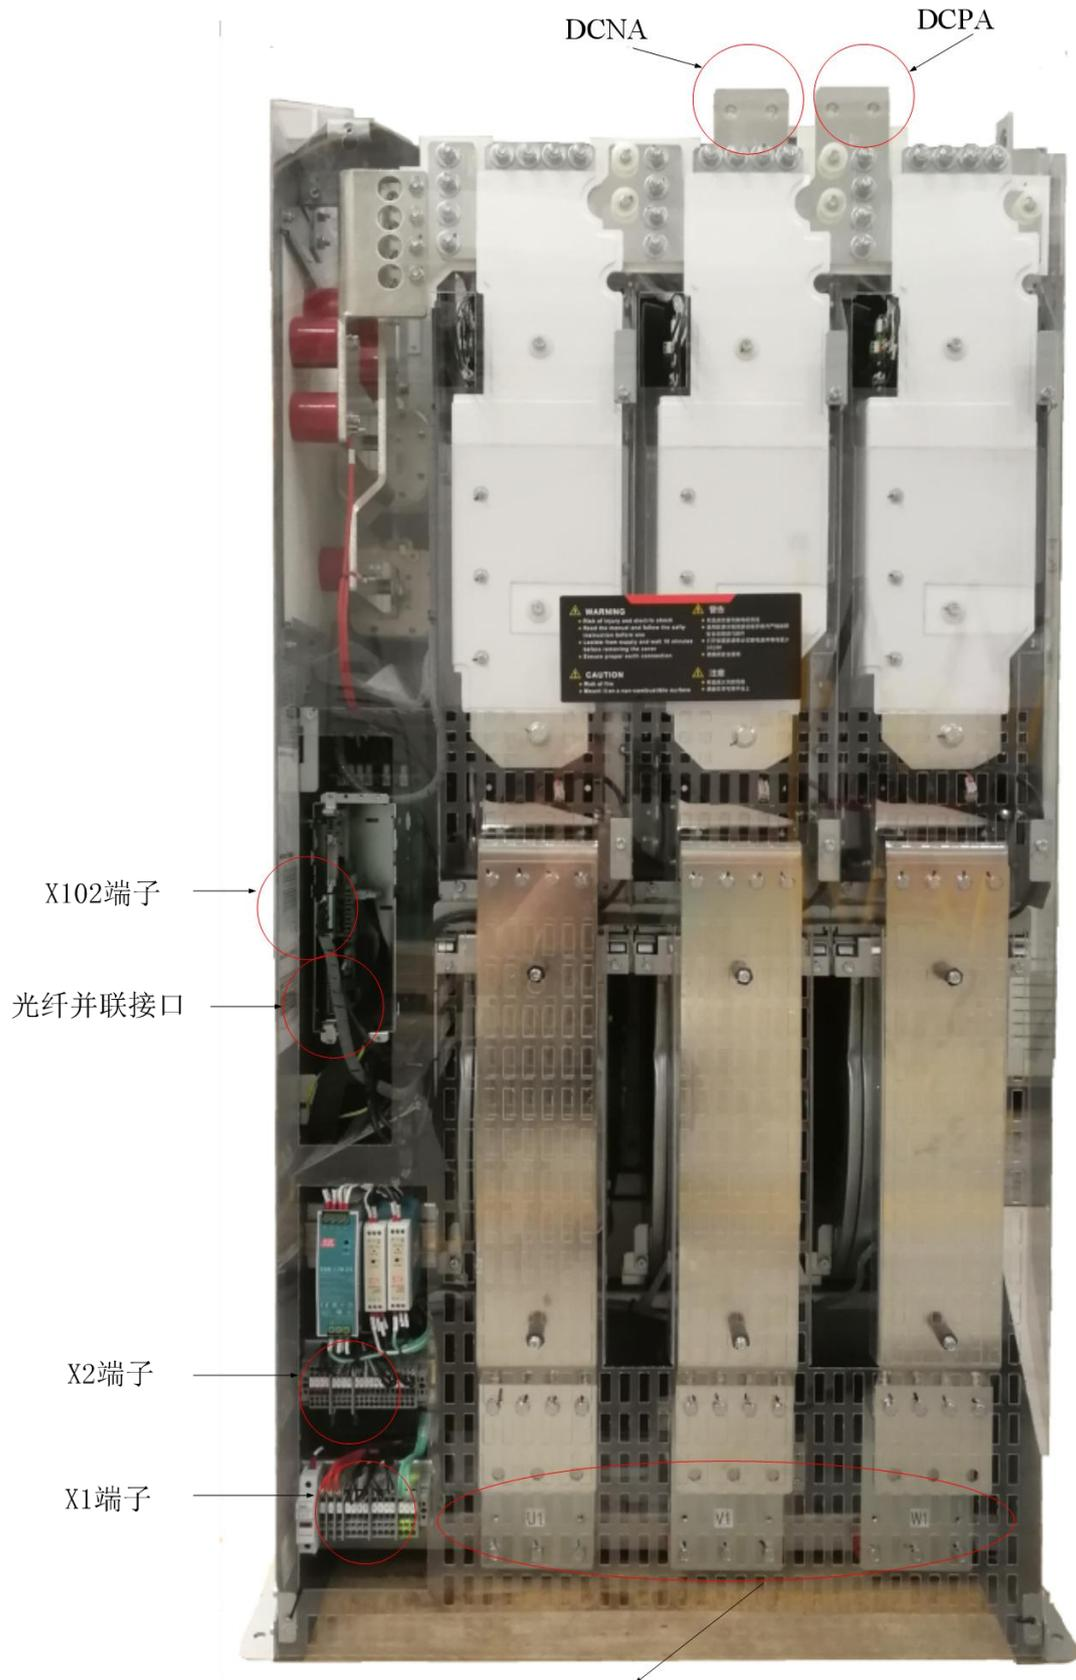
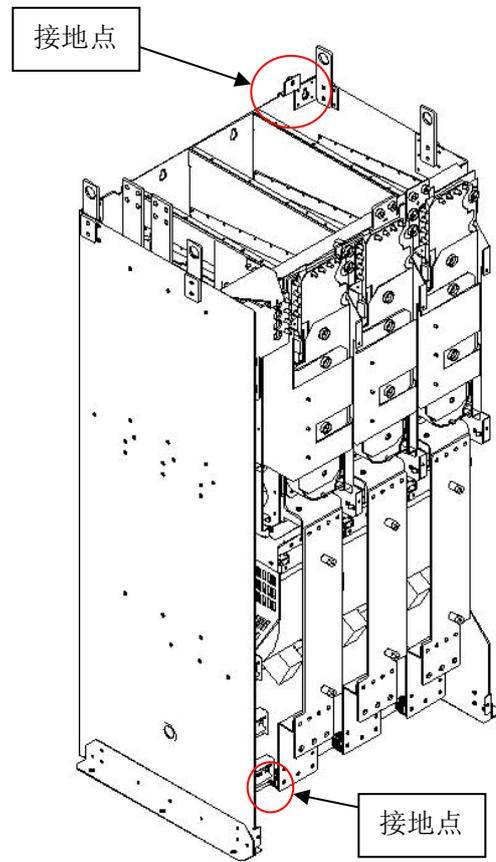

图 4-3 AIC 主站变流器电气接口位置
图 4-4 AIC 变流器接地点的位置
**位置** 电网进线母排、直流出线母排、端子排 X1、控制端子排 X2、主控制板用户功能端子 X102、并联光纤接口在 AIC 整流电源中的相关位置参见图 4-3，接地点位置参见图 4-4。本章以后小节将讲述这几组端子的连接方法。